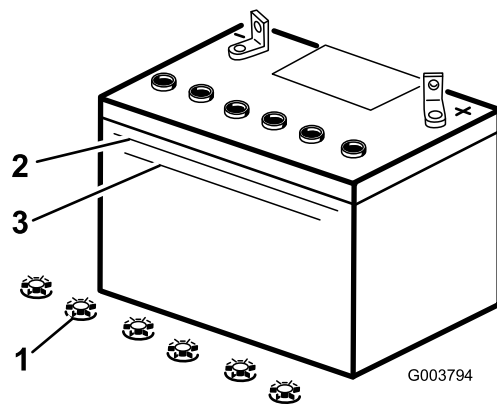

Figure 37
3. Observez le côté de la batterie. Le niveau de l'électrolyte doit atteindre le trait supérieur (Figure 37). Le niveau d'électrolyte ne doit pas descendre au-dessous du trait inférieur (Figure 37).
3. Enlevez les bouchons de remplissage de la batterie (Figure 37).
4. Versez de l'eau distillée avec précaution dans chaque élément jusqu'au repère supérieur (Figure 37) sur le côté de la batterie.
- Attendez cinq à dix minutes après avoir rempli les éléments. Au besoin, ajoutez de l'eau distillée pour amener le niveau jusqu'au repère supérieur sur le côté de la batterie (Figure 37).